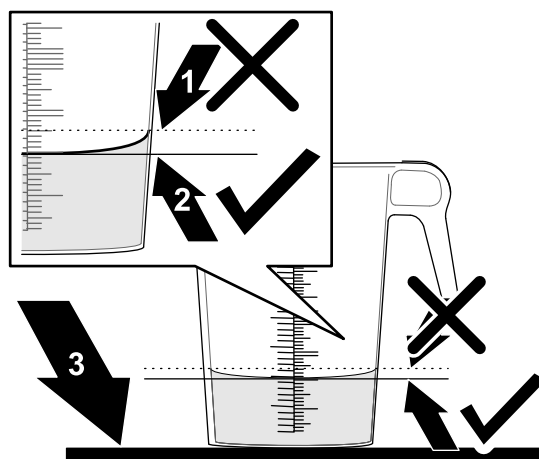

Рисунок 46
6. Поставьте градуированную емкость на ровную поверхность и определите объем жидкости (Рисунок 46).